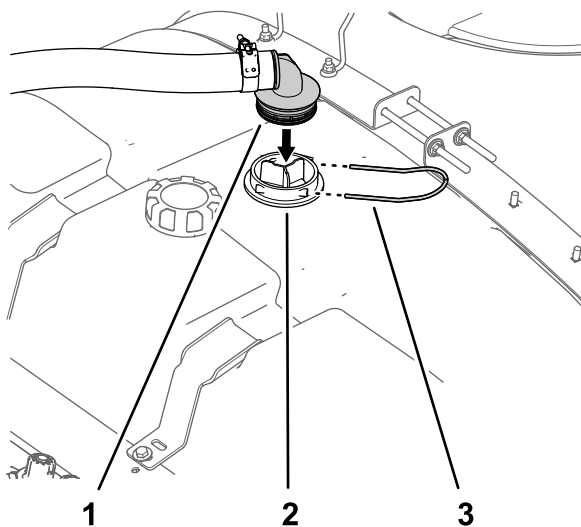

图15
1. 将供水软管的 90° 宝塔接头与吸入滤网的外壳对齐图15。
2. 使用在 准备喷洒药缸 \(页码 5\) 的步骤 4 中卸下的固定叉将 90° 度宝塔接头固定到外壳上 图15。